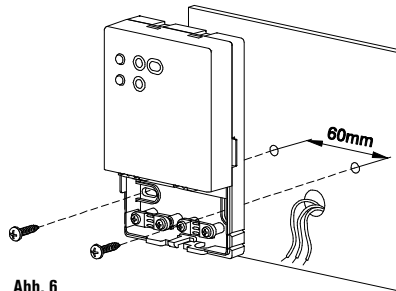

Abb. 6
- 5 Montieren Sie die Platine an die Wand, der Mitte-Mitte Abstand für die Bohrflöcher beträgt 60 mm (Schrauben + Dübel im Lieferumfang enthalten) - Abb. 6.